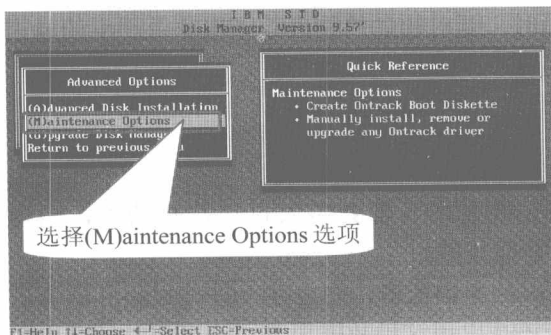

图 8-6 选择(M)aintenance Options 选项
步骤③ 按回车键，使用【↓】键来选择(M)aintenance Options 选项，如图 8-6 所示。